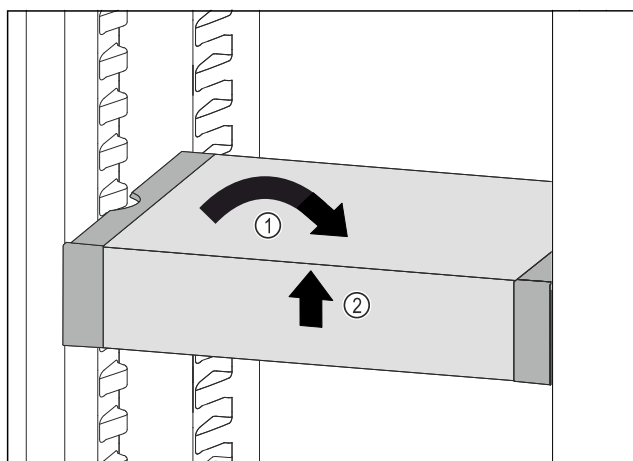

Fig. 140
- ▶ VarioSafe postavte rovně. Fig. 140 (1)
- ▶ VarioSafe vpředu zvedněte. Fig. 140 (2)